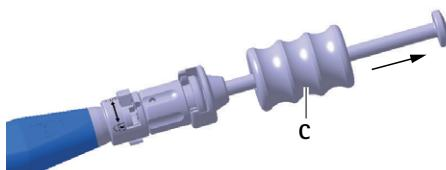

Рис. 6 Выбивание тестового/рабочего имплантата ударным молотком
- Осторожно выбить тестовый имплантат D с помощью ударного молотка С из межпозвоночного диска, см. Рис. 6.
- ▶ Осторожно выбить рабочий имплантат a с помощью ударного молотка C из межпозвоночного диска, см. Рис. 6.